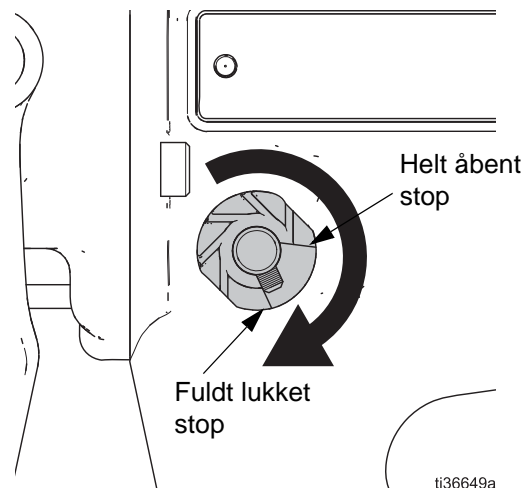

FIG. 2 Aksel drejet til lukket
3. Drej akselstangen helt med uret, indtil indstillingskruen kommer i kontakt med den helt lukkede stopstilling som vist i FIG. 2. Hold akselstangen i denne position under spænding af fjederen.